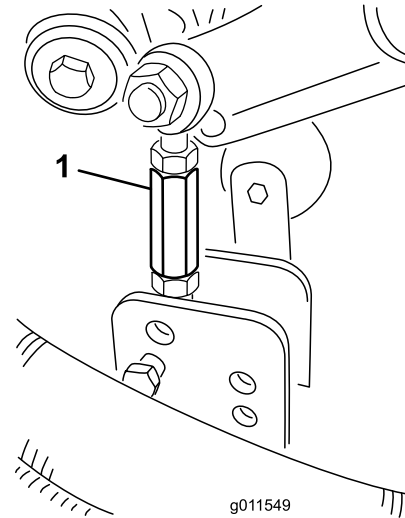

Figure 22
9. Enlevez les goupilles fendues et les axes de chape qui fixent les biellettes d'amortisseurs aux supports du plateau de coupe (Figure 22).